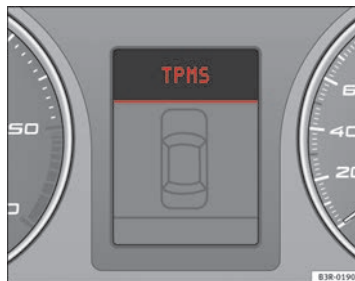
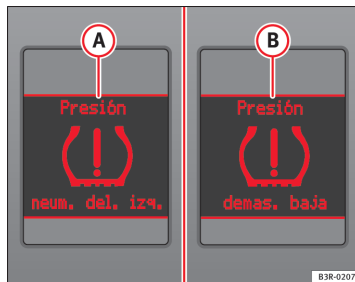

Abb. 45 Display: Systemstörung
Abb. 46 Display: Warnmeldung mit Warntext ▶
Die gelbe Kontrollleuchte (L) leuchtet dauerhaft, wenn eine Systemstörung vorliegt oder wenn der Reifenfülldruck an mindestens einem der Reifen zu niedrig ist. Bei einer Systemstörung wird TPMS im zentralen Display des Kombiinstrumentes angezeigt ⇒ Abb. 45. Sobald ein abrupter Reifendruckverlust eintritt, wird am Mitteldisplay des Kombiinstrumentes die Meldung (A) ⇒ Abb. 46 eingeblendet. Wenn ein langsamer Reifendruckverlust eintritt, wird am Mitteldisplay des Kombiinstrumentes die Meldung (B) ⇒ Abb. 46 eingeblendet. Diese Meldung gibt nicht den jeweils betroffenen Reifen an. Wenn dies geschieht: